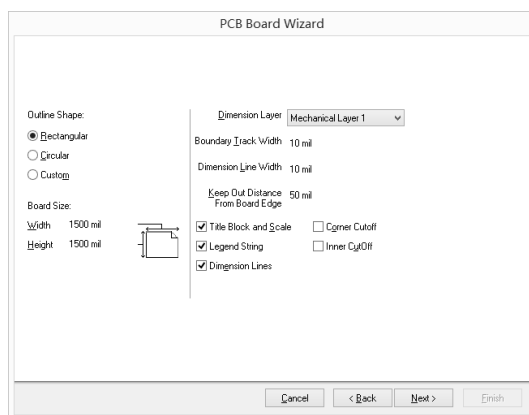

图 3.2.10 设置电路板形状
(4) 单击“Next”按钮, 进入下一窗口, 设置电路板形状, 如图 3.2.10 所示, 其常用设置如下。